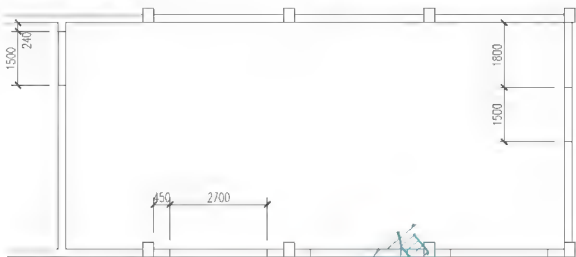
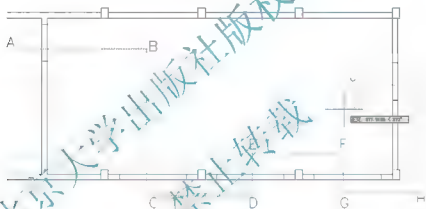

图 4.18 绘制门窗洞口
图 4.19 执行栏选
(1) 将【墙体】图层设置为当前层，同时将【轴线】图层关闭，参照 2.8 节所述的方法及图 4.18 所示的尺寸，用【对象追踪】、【直线】和【偏移】命令绘制门窗洞口边线，结果如图 4.18 所示。
(2) 单击【修改】工具栏上的【修剪】图标或在命令行输入“Tr”并按 Enter 键，启动【修剪】命令。
① 在选择对象或 <全部选择>：提示下，按 Enter 键执行尖括号内的默认值“全部选择”，将图形文件中的所有图形对象都作为剪切边界。
② 在选择要修剪的对象，或按住 Shift 键选择要延伸的对象，或[栏选(F)/窗交(C)/投影(P)/边(E)/删除(R)/放弃(U)]：提示下，输入“F”后按 Enter 键。
③ 在指定第一个栏选点或 [放弃(U)]：及指定下一个栏选点或 [放弃(U)]：提示下，在 A-J 处依次单击，拖出如图 4.19 所示的虚线，虚线和两个“门”及四个“窗”相交。
④ 按 Enter 键后，所有与虚线相交的墙线被剪掉。